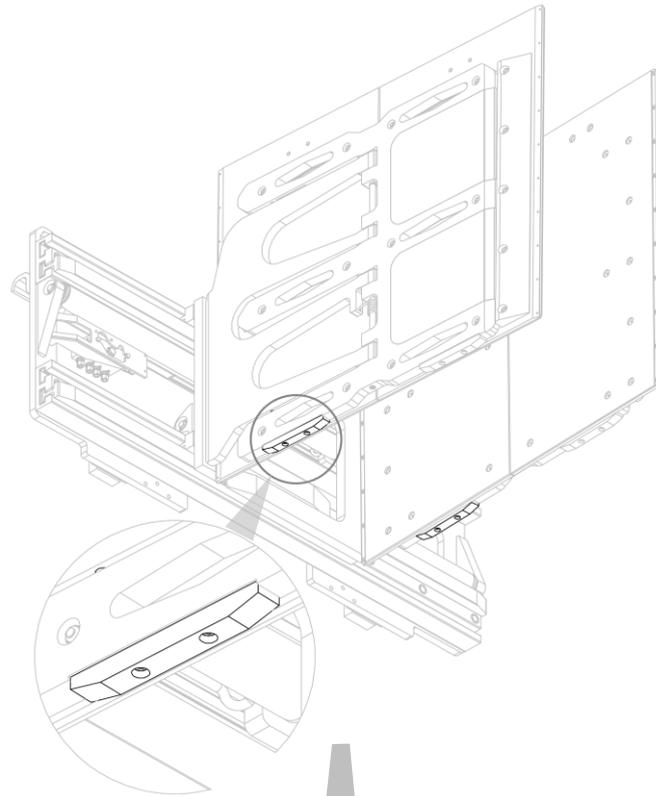
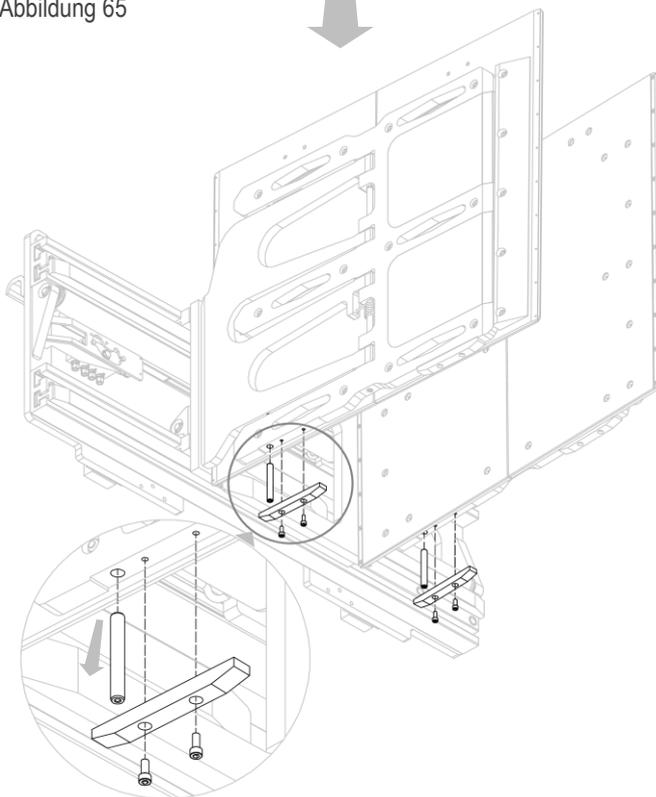

Abbildung 65
Abbildung 66
3. Nehmen Sie die unteren Feststellbolzen zum Schwenken ab, nachdem Sie vorübergehend die Schleifschutz-Gleitschuhe abgenommen haben (siehe *Abbildung 65* und *Abbildung 66*).